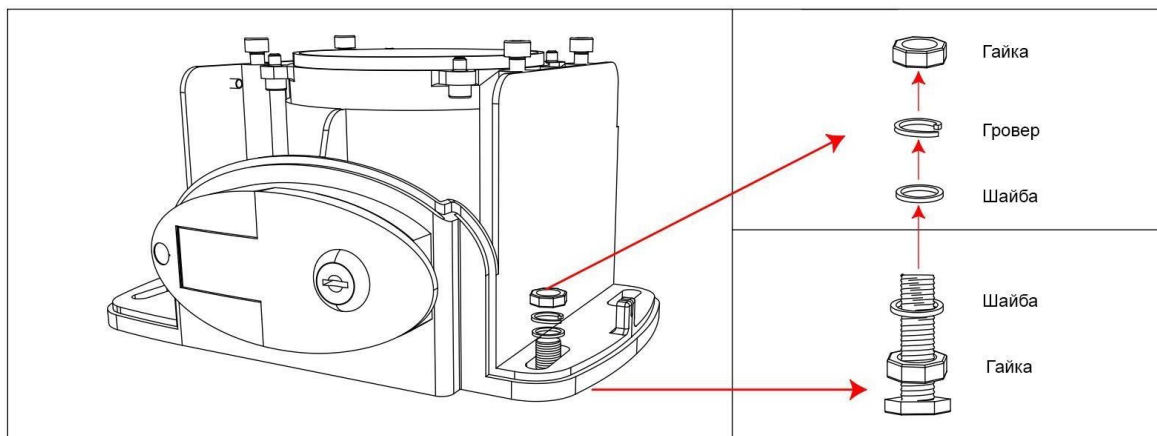

Рис. 9. Монтаж привода без монтажной пластины
- 2) После затвердевания бетона закрепите двигатель с помощью прилагаемых гровера и плоских шайб, затяните, как требуется. (Высоту можно немного отрегулировать нижними болтами, как показано на рис. 9).